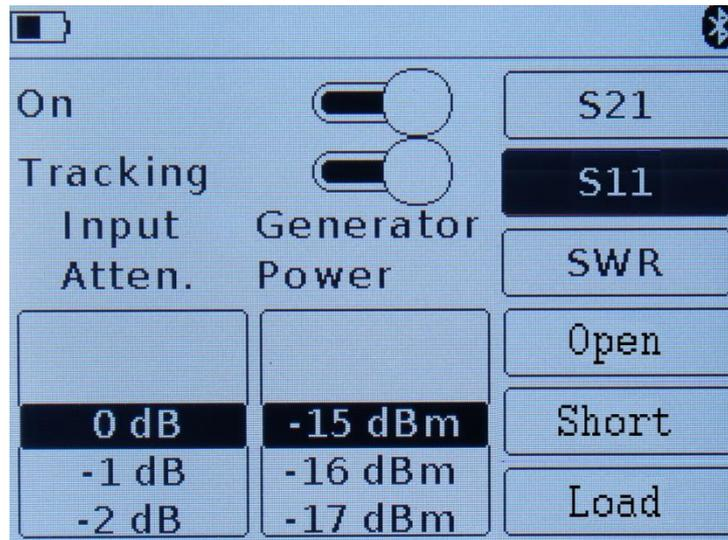

Рисунок 18 – включение режима S11.
7.7.1. Для измерения коэффициента отражения, необходимо выбрать режим **S11** (Рисунок 18).